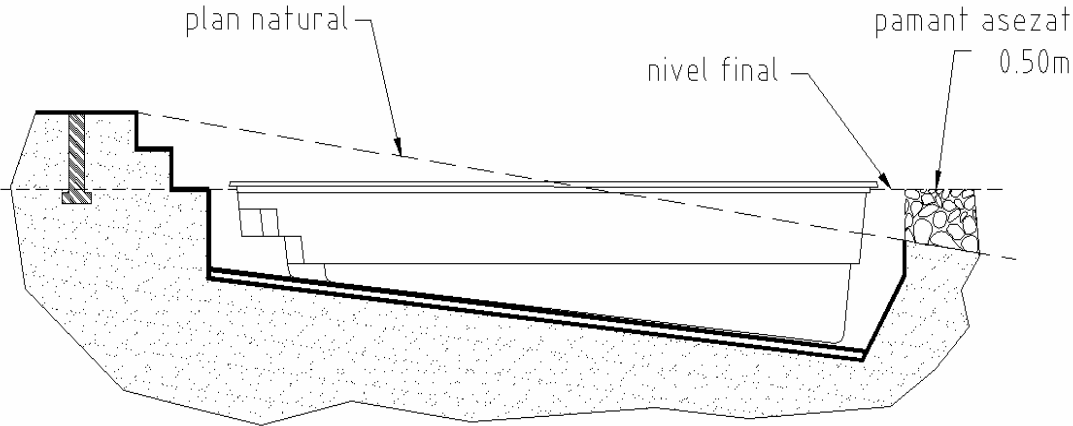

Fig. 4
3. Luați ca nivel final, un punct intermediar cu scopul de a reduce înălțimea lucrărilor de compensare (Fig. 4).